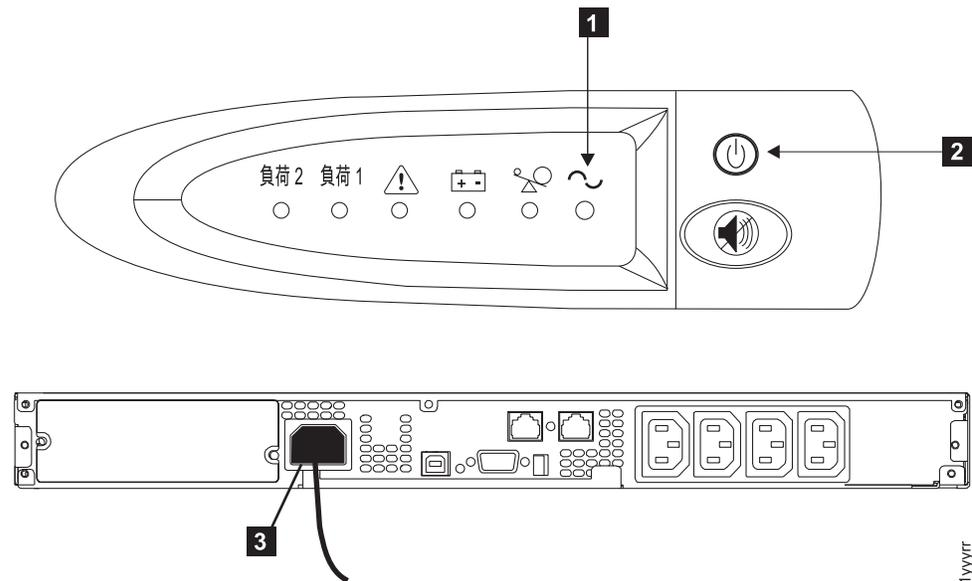

図 319. 2145 UPS-1U のフロント・パネルと背面パネル
2. オン/オフ・ボタン **2** を、電源ライト **1** が消えるまで (約 5 秒間) 押し続けます。2145 UPS-1Uの一部のバージョンでは、オン/オフ・ボタンを押すために、ねじ回しのような先の尖った道具が必要な場合があります。2145 UPS-1U は待機モードになり、すべてのインディケーターがオフになります。図 319 は、2145 UPS-1U の前面図と背面図を示しています。